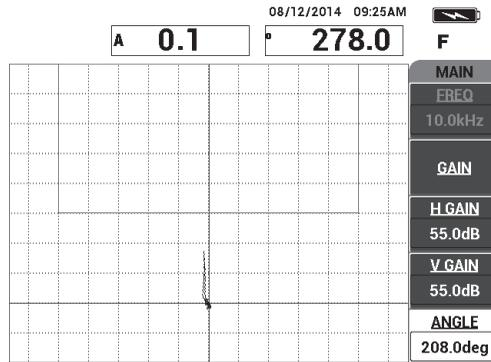

Figura 6-25 Ángulo de la señal ajustado de manera ascendente
4. Seleccione el parámetro **ANGLE** (tecla de función E) y, después, ajuste el ángulo de la señal para que los puntos de la señal asciendan hacia el cuadrado de la alarma. Ver la Figura 6-25 en la página 154.